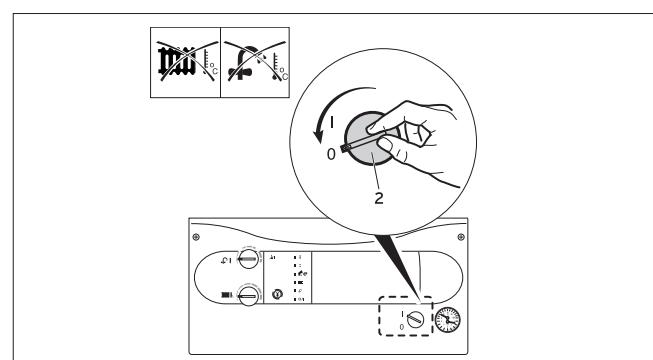

图4.12 完全关闭壁挂炉
- 将电源开关（ON/OFF）转到“0”的位置(参见图4.12)。